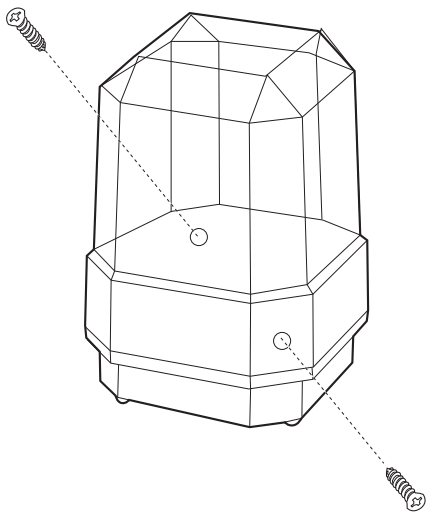
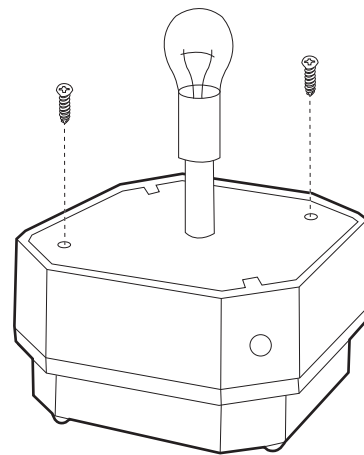

Figure 33
Figure 34
- 1- Dévisser les 2 vis qui fixent le capot du feu clignotant avec sa base (**Figure 33**).
- 2- Dévisser les 2 vis qui fixent la partie métallique avec la partie plastique de la base (**Figure 34**).
- 6- Remonter le feu clignotant en procédant à l'inverse de l'ouverture, voir **Figure 34** puis **Figure 33, Page 25**.